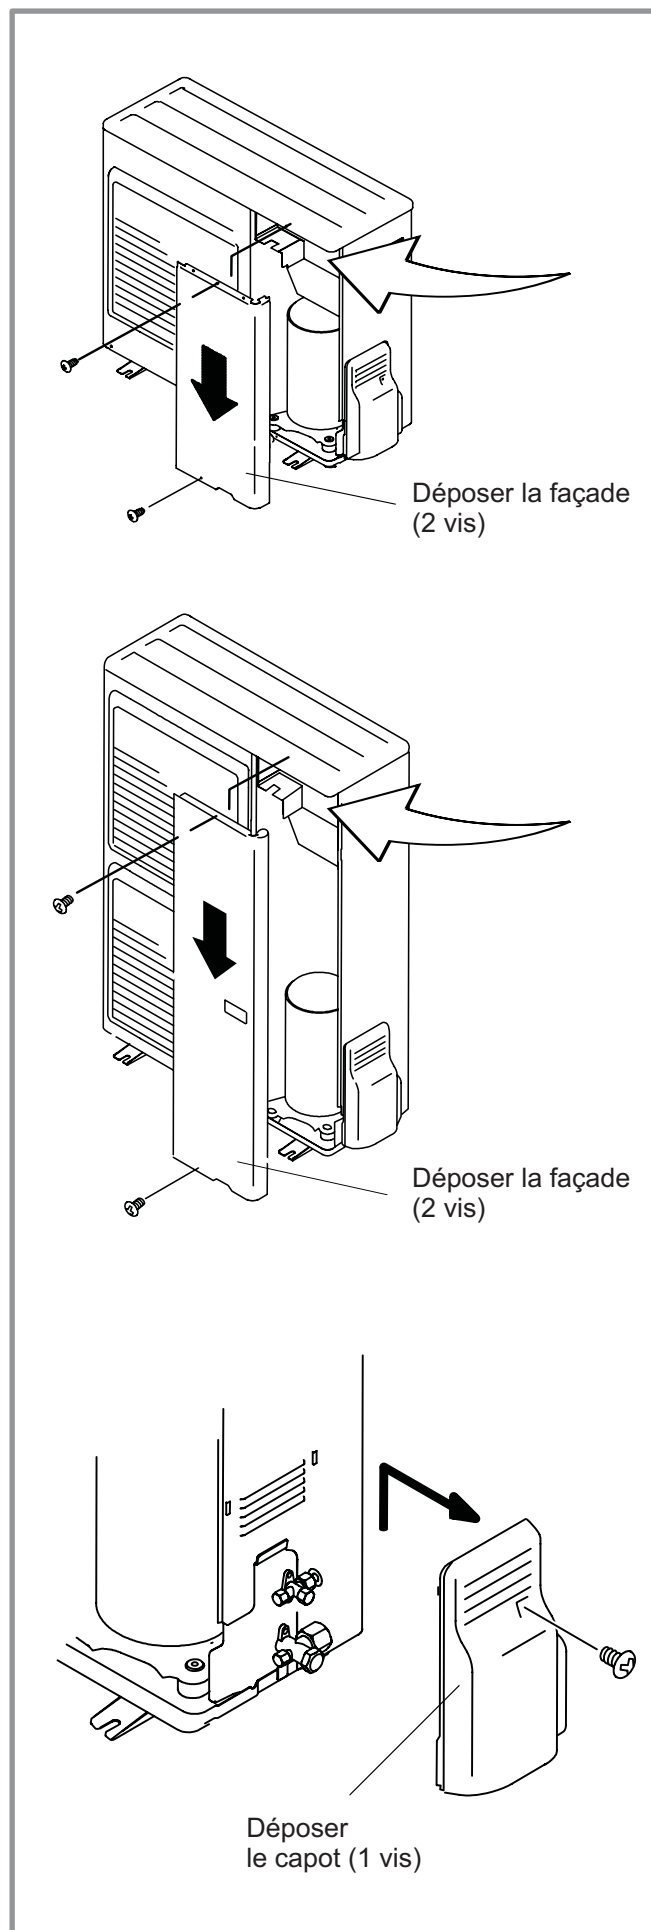

figure 33 - Accès au bornier de l'unité extérieure
- Déposer le capot (figure 33).